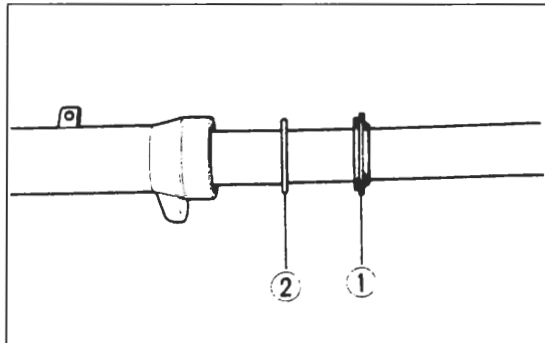

Bild 298
- Staubmanschette ① von Sitz loshebeln und Anschlag-Federring ② aushebeln (Bild 298).